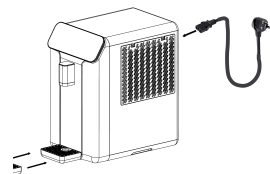

图 2 · 连接电源线，并将接
2. 4 小时后，取出电源线，一端接到设备背面的电源插口，另一端插入墙壁插座（图 2）。
3. 取出磁吸式接水盘，将其吸附在出水口正下方（图 2）。